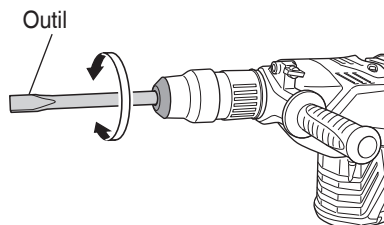

Fig. 10
- (b) Tourner l'outil comme illustré Fig. 10 et positionner l'outil dans la direction de travail désirée.